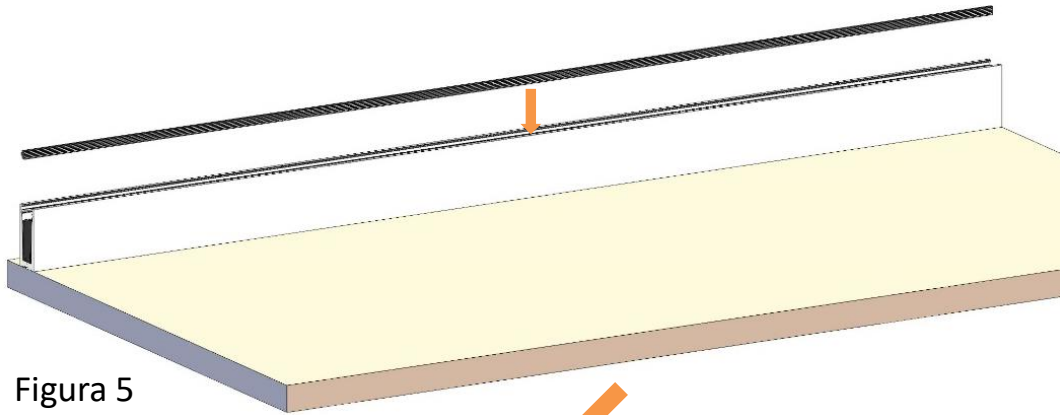
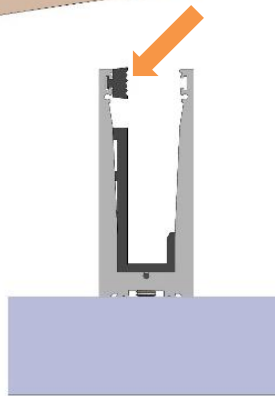

Figura 5
Figura 6
- Introducir la junta exterior (Figura 5) en la ranura exterior del perfil "U" existente para ello (Figura 6).